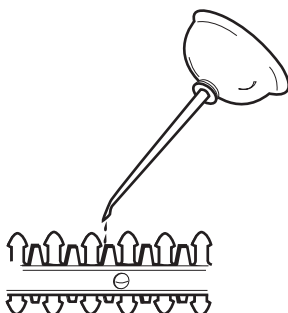

Fig. 16
2. Appliquez de l'huile mécanique fluide le long du bord supérieur de la lame (Fig. 16). Appliquez de l'huile sur toute la longueur de la lame.